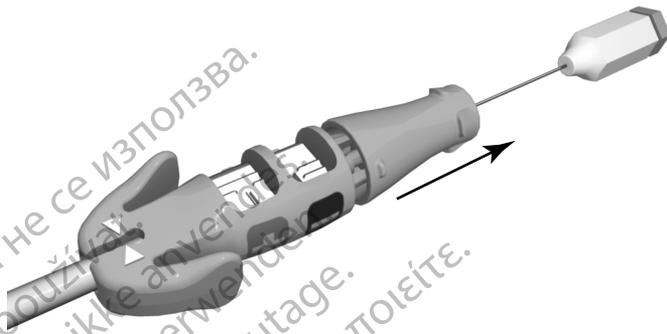

Figura 5. Botão de fixação da ferramenta do conector desengatado
3. Solte o botão de fixação do pino do terminal antes de introduzir o electrocateter na veia (Figura 5 Botão de fixação da ferramenta do conector desengatado na página 21).